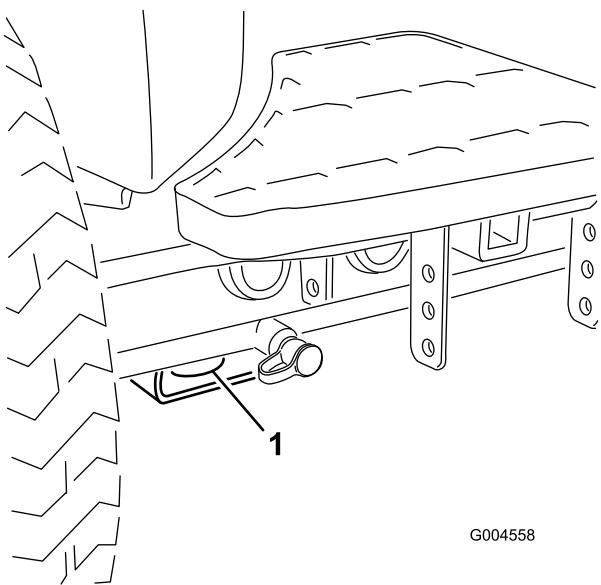

Figura 23
- Parte anteriore della macchina** – Il foro nel supporto rettangolare, sotto il tubo dell'assale, all'interno delle ruote anteriori (Figura 23).